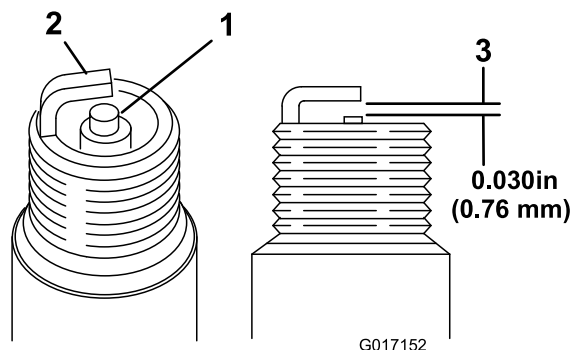

Figura 23
1. Mire la parte central de la bujía (Figura 23). Si se observa un color gris o marrón claro en el aislante, el motor está funcionando correctamente. Si el aislante tiene un recubrimiento negro, significa que el limpiador de aire está sucio.
2. Compruebe la separación entre los electrodos central y lateral (Figura 23). Si la distancia no es correcta, doble el electrodo lateral (Figura 23).